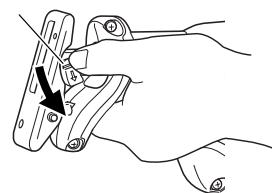

Fig. 3
- (2) Pousser le levier dans le sens de la flèche, indiqué sur la Fig. 3, marquée sur le levier.
- Après avoir poussé le levier dans le sens de la flèche de la Fig. 3, tourner la lame de façon qu'elle soit orientée vers le bas. La lame doit tomber sous l'effet de son propre poids. Si la lame ne tombe pas, tirer dessus avec la main.